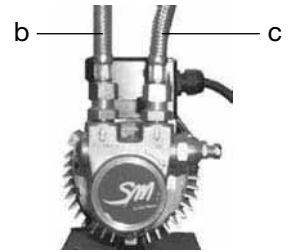

Abbildung 7
3. Verbinden Sie den Schlauch **d** (der Hydraulikanlage der Kaffeemaschine) mit dem Pumpenvorlauf (Abbildung 7).